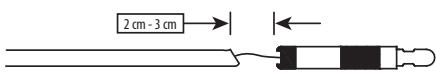

Figura 7
3. Separare con delicadeza l'estremità proximale e quella distale dello spingitore aperto. Quindi, sotto fluoroscopia, tirare la sezione proximale dello spingitore dell'impianto di circa 2-3 cm per confermare il distacco dell'impianto secondo le instrucciones para el uso (Figura 7).